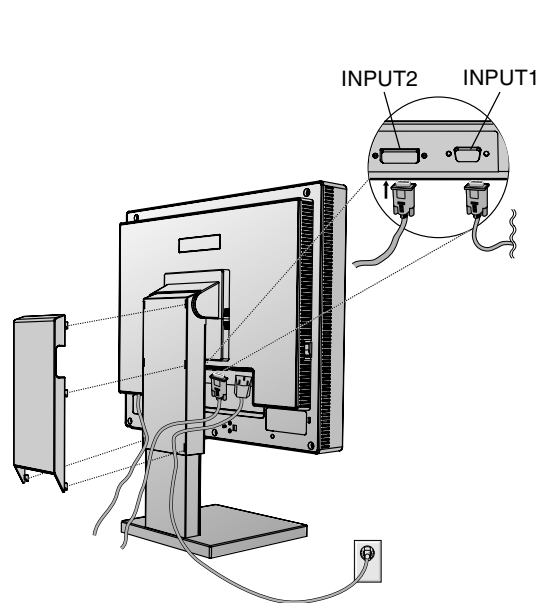
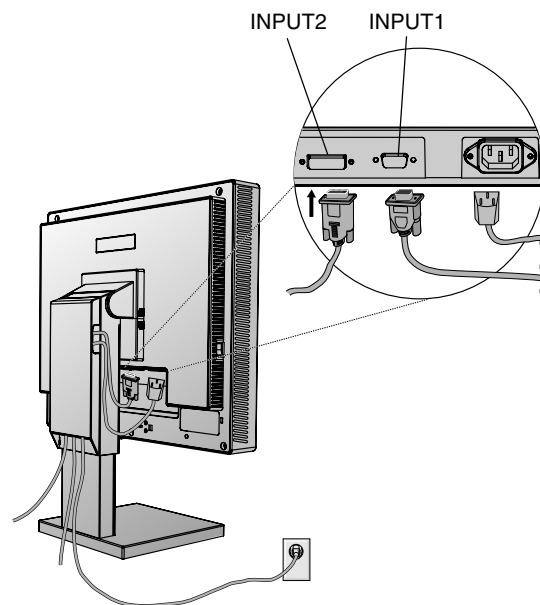

Abbildung C.1
Abbildung C.2
3. **PC oder Mac mit digitalem DVI-Ausgang:** Stecken Sie das DVI-Signalkabel in den Anschluss auf der Rückseite des Monitors ein. Verlegen Sie das Signalkabel (**Abbildung C.1**). Schließen Sie nur ein DVI-Kabel an Eingang 2 an.
- PC mit analogem Ausgang:** Stecken Sie das Mini-D-SUB-Signalkabel (15 Stifte) in den Anschluss auf der Rückseite des Monitors ein. Verlegen Sie das Signalkabel (**Abbildung C.1**). Schließen Sie nur ein Mini-D-SUB-Kabel (15 Stifte) an Eingang 1 an.
Nehmen Sie die Kabel, und verlegen Sie sie an der Rückseite des Fußes (**Abbildung C.1**). Decken Sie die Kabel dann mit der optionalen Kabelabdeckung ab (**Abbildung C.2**).
4. Stecken Sie ein Ende des Netzkabels auf der Rückseite des Monitors und das andere Ende in die Steckdose ein (**Abbildung C.1**).